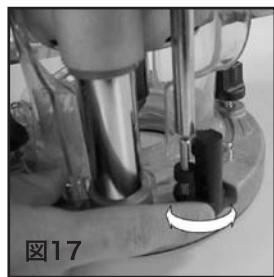

図17
5. 必要な切削深さに合わせたホイール⑮をトップポールの真下に合わせます。(図17参照) トップポールの先端がホイールにあたるまで機体を下げます。プランジロックレバー⑨を締めます。